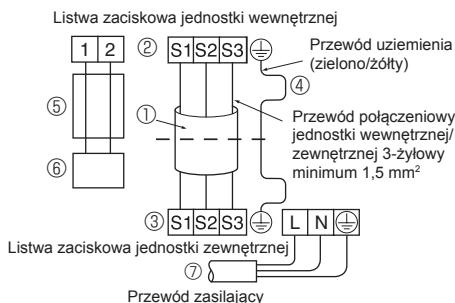

Rys. 6-2
- Podłączyć gniazdo spustowe (dostarczane z urządzeniem) do zaworu spustowego. (rys. 6-2) (Zamocować przewód za pomocą kleju do PCW, a następnie zabezpieczyć go za pomocą obejm).